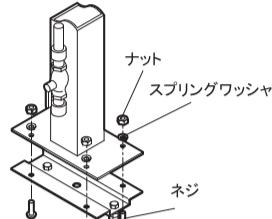

図2. ブラケットB固定方法
2. 付属の取付けブラケットBを図2のように付属のネジ（M6×20mm）とスプリングワッシャー及びナットを使い、しっかりと固定してください。